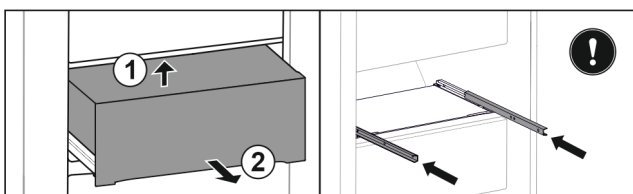

Fig. 52
- ▶ Повдигнете чекмеджето отдолу отзад. Fig. 52 (1)
- ▶ Извадете чекмеджето напред. Fig. 52 (2)